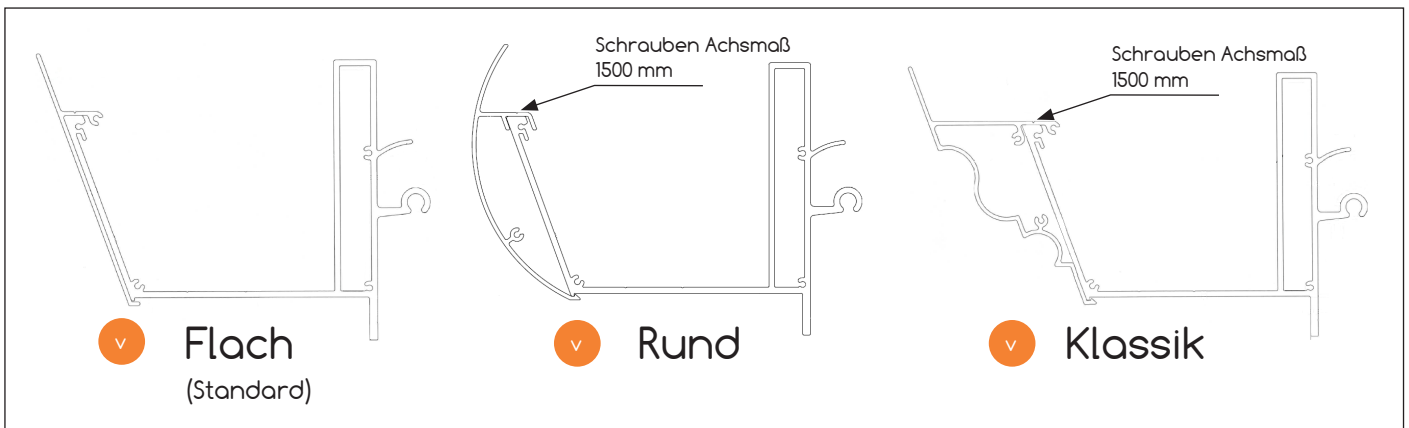

Abb. 8
1.16 Drücken Sie die gewünschte Zierleiste (v) über die Rinne (l) und klicken Sie diese fest ein. Abb.:8 .